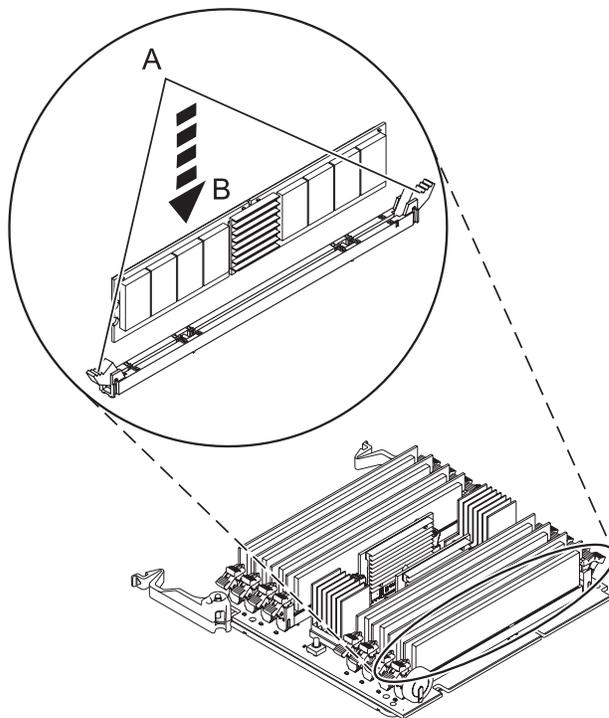

Figura 9. Substituindo um módulo de memória
12. Assegure-se de que as guias de travamento do conector (A) sejam empurradas para abrir na posição destravada, conforme mostrado em Figura 9 na página 16, antes de instalar um novo módulo de memória.
13. Segure com cuidado o módulo de memória ao longo da borda (B) e alinhe-o com o conector.